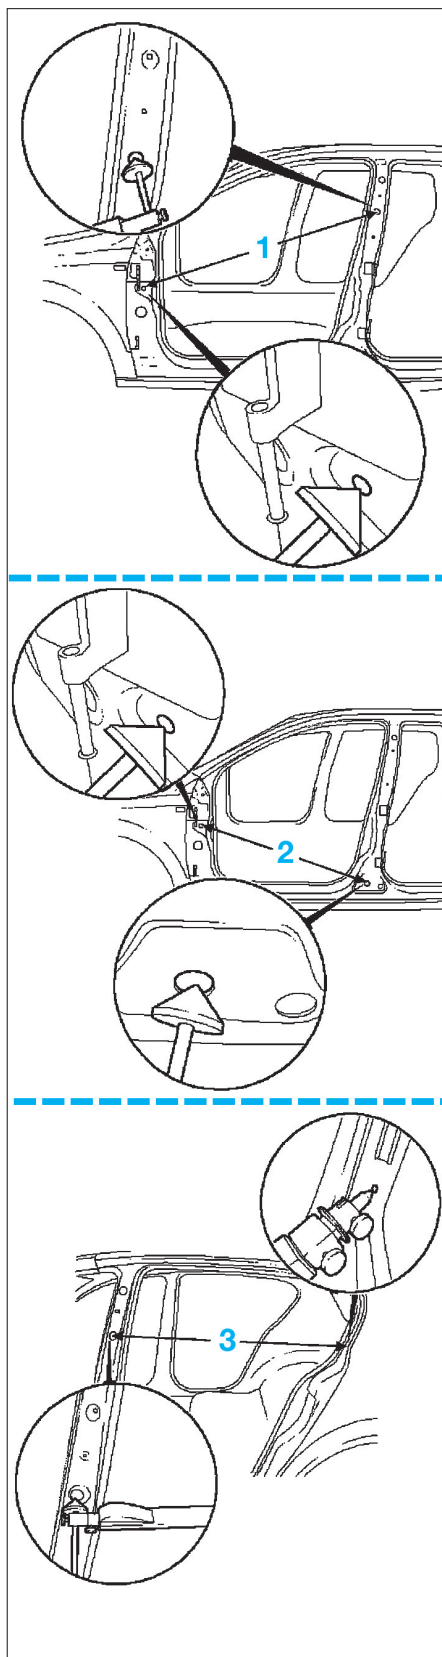
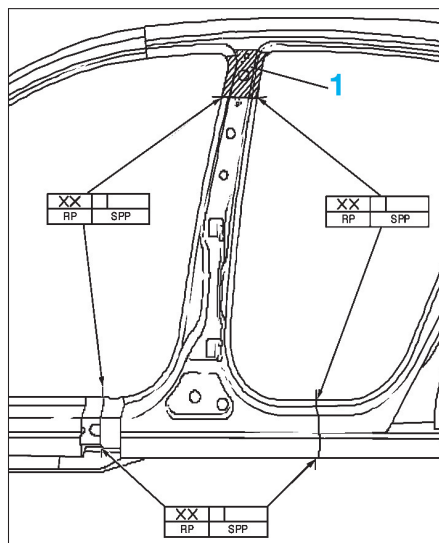

FIG. 59
FIG. 60
- Ajuster le montant B aux cotes (fig. 59).
- Positionner le montant B suivant les diagonales (fig. 59).
- (1) de 1136 mm.
- (2) de 1017 mm.
- (3) de 995 mm.
- Souder par point le montant B (fig. 60).